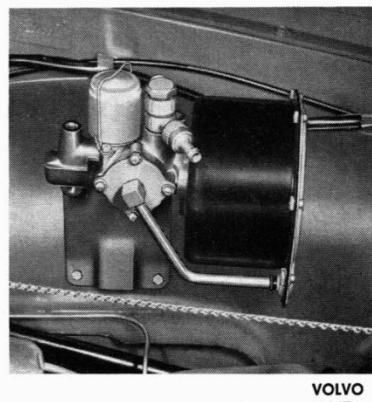

Fig. 4
4. Montera konsol och servocylinder, se bild 4.
4. Fit the bracket and servo-cylinder. See Fig. 4.